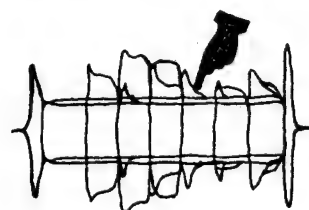

Figure 2-10.
3. En observant la sortie à TP5305 sur l'oscilloscope, ajuster la commande FL5306 de sorte que la forme d'onde magenta soit égalisée comme indiqué dans la Figure 2-10.